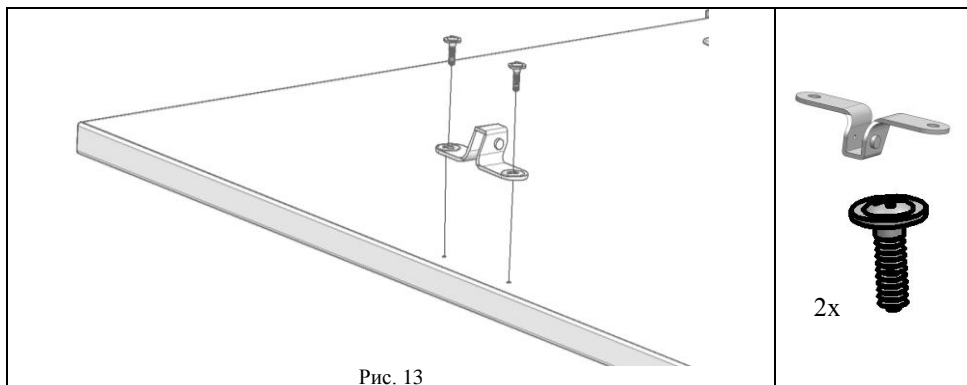

Рис. 13
5.5.2 К сборке по п. 5.5.5 прикрутить с помощью саморезов с прессшайбой (поз. 2, пакет № 157) кронштейн верхний (поз. 3, пакет №9а). См. рис. 13, 13а.
Рис. 13а